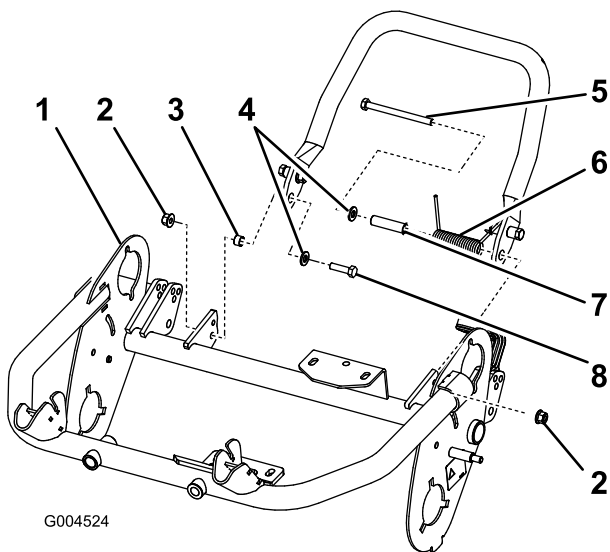

Figura 10
2. Montate una rondella (M8) sul bullone piccolo (M8-1,25 x 030). Montate il lato destro del cavalletto sul telaio, utilizzando il bullone e la rondella, il distanziale piccolo e il dado di bloccaggio (M8-1,25) (Figura 10). Il bullone deve essere montato dall'interno del telaio, come illustrato nella Figura 10.
Importante: Quando montate la molla, inserite un'estremità della molla sotto il telaio posteriore (Figura 10).
5. Montate il lato sinistro del cavalletto sul telaio, utilizzando il bullone e la rondella, il distanziale grande e il dado di bloccaggio (M8-1,25) (Figura 10). Il bullone deve essere montato dall'interno del telaio, come illustrato nella Figura 10.